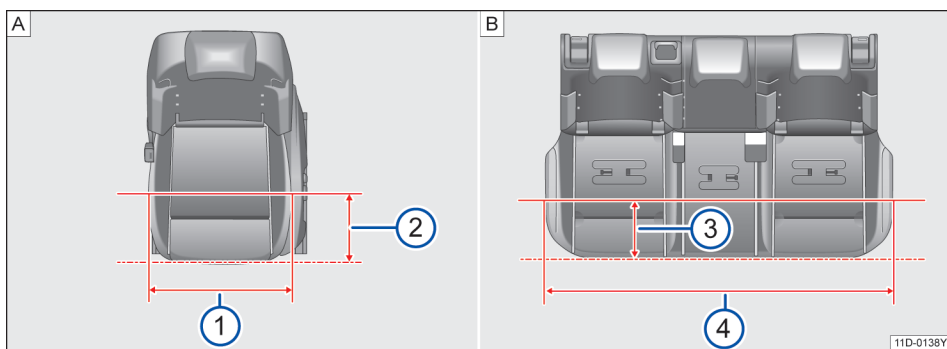

图 64 座椅座宽
如图→图 64|A| 在距离前排座椅边缘 200mm
时→图 64|A|②，前排座椅座垫宽度为
490.7mm→图 64|A|①。
如图→图 64|B| 在距离后排座椅边缘 200mm
时→图 64|B|③，后排座椅座垫宽度为
1268.3mm→图 64|B|④。